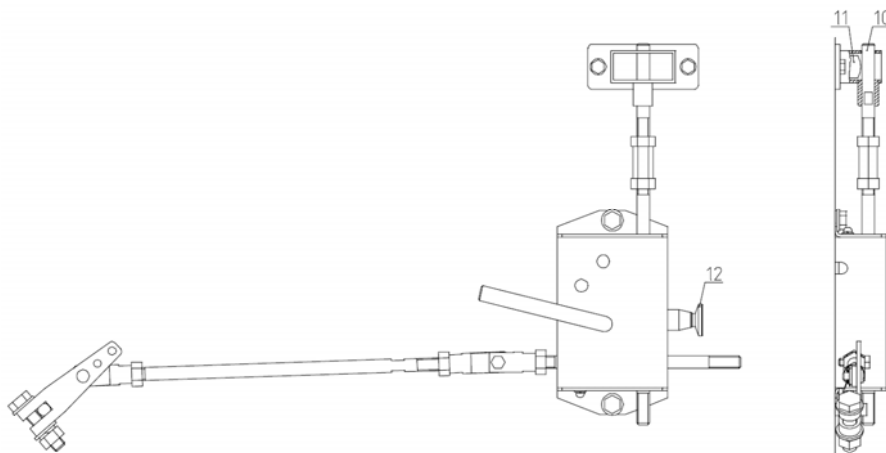

Рис.2 Работа блокировочного узла ВЭ с ВВ ISM_15_LD_1(46).
Когда ВЭ находится в положении промежуточном между рабочим и контрольным блокировка препятствует включению вакуумного выключателя, поскольку не может вернуться в исходное положение. Стопор узла фиксации может переместиться, дав возможность повернуться оси 1 (см. рис. 2), только войдя в отверстия для фиксации соответствующие рабочему или контрольному положению ВЭ.
- повернув ручку 9 (см. рис. 2) перевести блокиратор в зафиксированное состояние, при этом тяга 10 переключает кнопку ручного отключения вакуумного выключателя 11 (это механическая блокировка от включения вакуумного выключателя), внутри блокиратора срабатывает выключатель ВКМ-02 и размыкает цепь включения вакуумного выключателя (электрическая блокировка), поворачивается ось 1 (см. рис. 2) механизма фиксации.